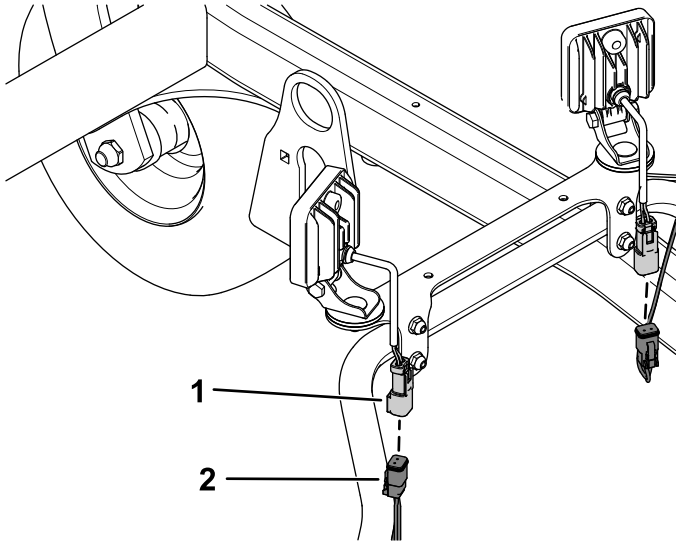

Figura 3
1. Enchufe los 2 conectores de la parte delantera de la máquina en las luces LED (Figura 3).